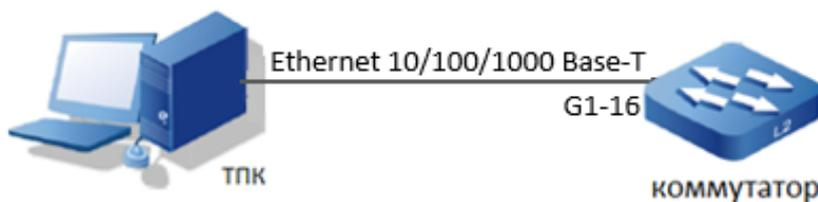

Рис. 14
**Подключение через защищенный сетевой протокол SSH:** соедините ТПК с Коммутатором с помощью Ethernet кабеля (рис.14). Порт Коммутатора можно использовать любой из 16-ти (1-16). IP-адрес Коммутатора по умолчанию 192.168.1.254, маска подсети 255.255.255.0